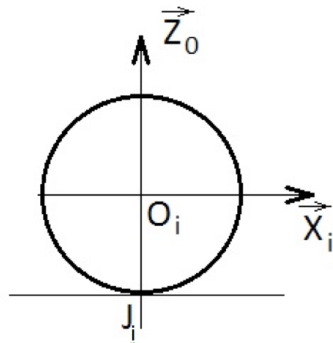

FIGURE 3 – Modélisation du contact roue/sol dans le plan médian de la roue
- Le point  $O_i$  : point du plan médian de la roue  $i$  appartenant à l'axe de rotation (cf figure 3).